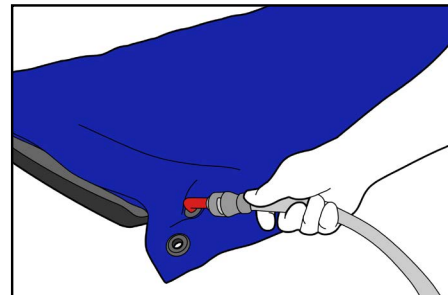

Fig. 7
1. Collegare il tubo di aspirazione alla valvola. Quando si avverte chiaramente un clic, questo suono conferma che il collegamento tra il tubo e la valvola è avvenuto in modo corretto (Fig. 7).